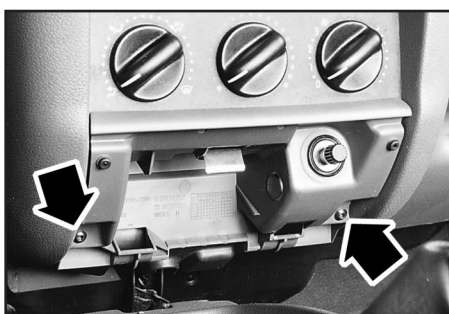

Fig.Amo.20
- le cendrier et son support (Fig.Amo.20),